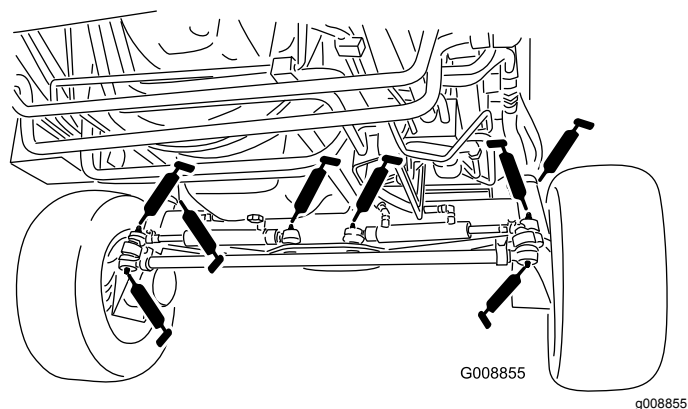

図 81
- ステアリングシリンダのボールジョイント 4ヶ所 図 81
- タイロッドのボールジョイント2ヶ所 図 81
- キングピンのブッシュ2ヶ所 (図 81)